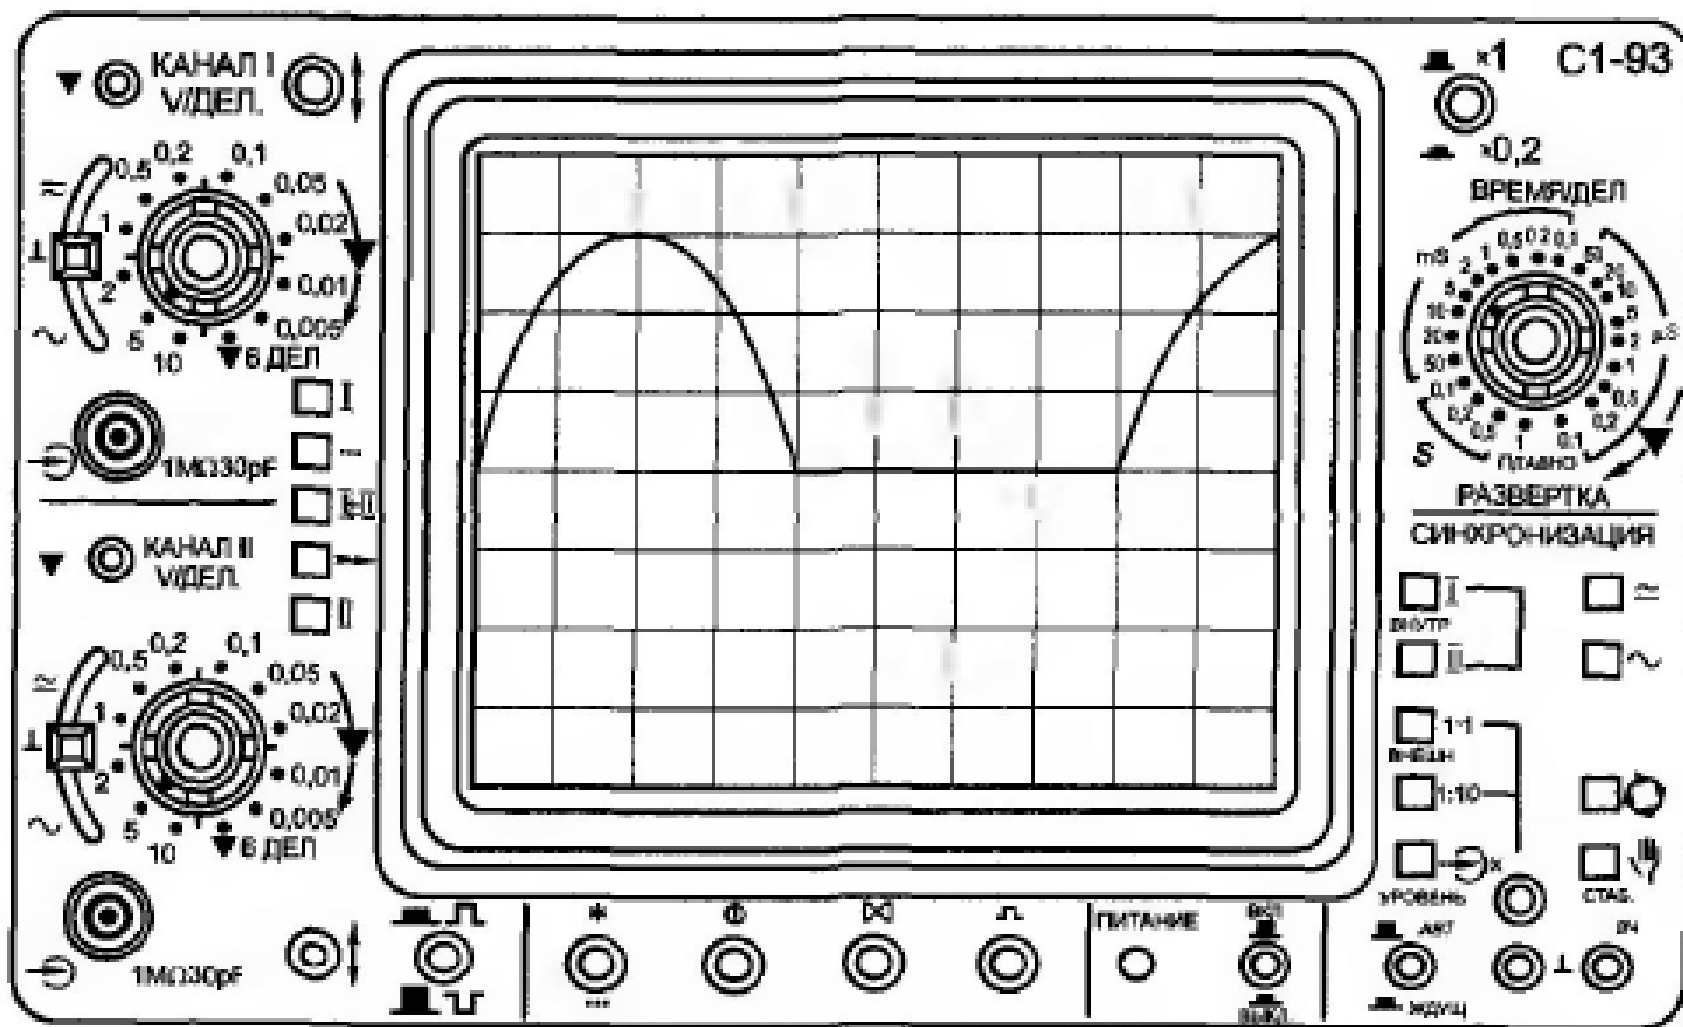

Рис. 7.3. Изображение лицевой панели осциллографа С1-93
**7.478—7.499.** Определить частоту следования сигнала, представленного на экране рис. 7.3, при установке тумблера «Развертка» прибора С1-93 в положение  $\times 0,2$ , а переключателя «Время/дел.» в следующие положения: